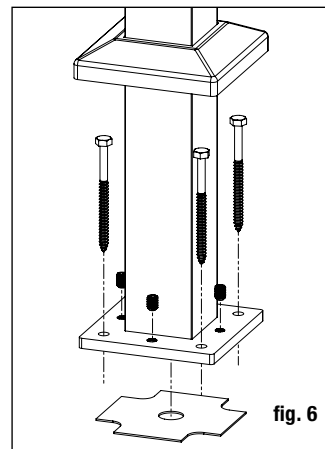

fig. 6
Paso 4 Vuelva a colocar el conjunto del poste con la placa niveladora colocada entre el piso de la terraza y la base del poste, y alineada con los orificios taladrados. Inserte los sujetadores del poste (**NO INCLUIDOS**) y apriételos parcialmente. Use un nivel para ajustar los tornillos niveladores con una llave Allen de 4.8 mm (3/16 pulg) hasta que el poste esté totalmente vertical. Apriete por completo los sujetadores del poste para fijar la base a la estructura de la terraza. *Nota: Se recomienda el uso de tornillos tirafondo de 7.9 mm x 10.2 cm (5/16 x 4 pulg.) o más largos.* (fig. 6)